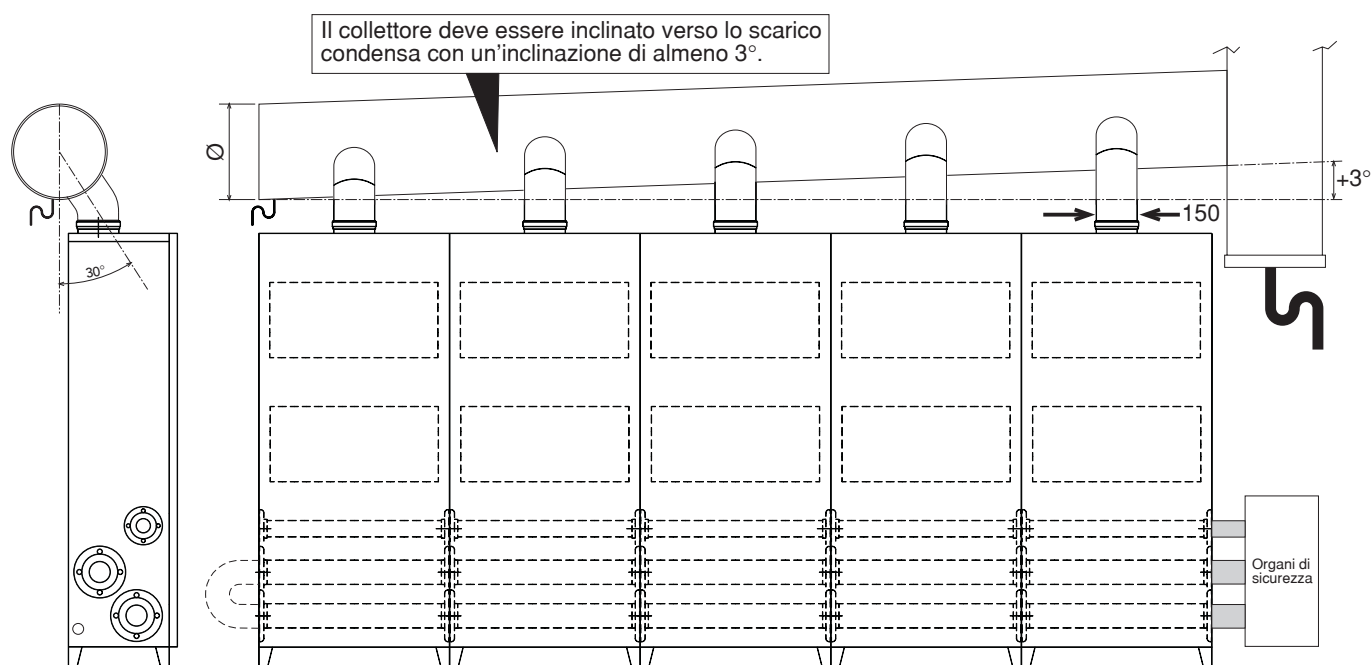

fig. 11
- Per il collegamento di più moduli in cascata, collegare le uscite fumi ( $\varnothing$  150) dei singoli moduli come riportato in figura, avendo cura di rispettare i diametri di collettore e camino riportati in tabella a lato. L'innesto dei singoli camini sul collettore deve avvenire con inclinazione di circa  $30^\circ$  rispetto la verticale (fig. 11).